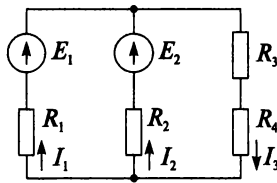

Рис. 3.36
В цепи, представленной на рис. 3.36, выберем произвольное направление токов.
3. Определяют действительные токи I в цепи как алгебраическую сумму частичных токов по рис. 3.36. Частичный ток, совпадающий по направлению с действительным, считается положительным, а несовпадающий — отрицательным.
Если действительный ток в результате расчета имеет положительный знак, то его направление на рис. 3.36 выбрано верно. Если же ток отрицателен, то истинное направление тока противоположно выбранному.
6. Рассчитайте цепь (см. рис. 3.36) методом наложения, если $E_1 = 60 \text{ В}$, $E_2 = 20 \text{ В}$, $R_1 = 10 \text{ Ом}$, $R_2 = 30 \text{ Ом}$, $R_3 = 15 \text{ Ом}$, $R_4 = 5 \text{ Ом}$.
8. Рассчитайте цепь (см. рис. 3.36) методом узловых и контурных уравнений, если $E_1 = 60$ В, $E_2 = 20$ В, $R_1 = 10$ Ом, $R_2 = 30$ Ом, $R_3 = 15$ Ом.